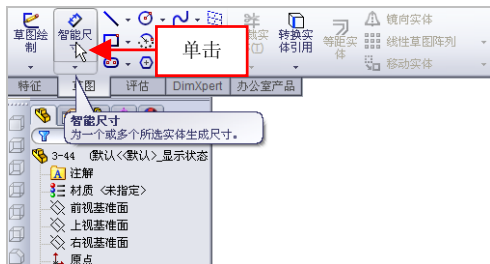

图 3-45 单击【智能尺寸】按钮
(2) 在【草图】选项卡中，单击【智能尺寸】按钮，如图 3-45 所示。